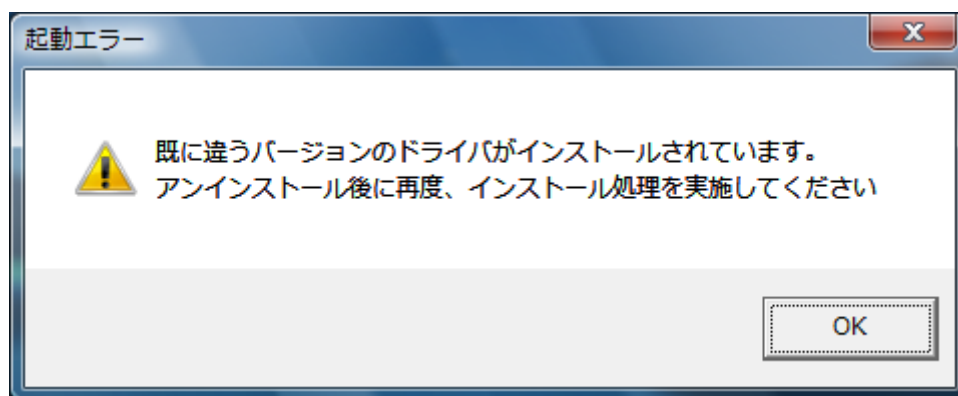

図 6.1 起動エラーメッセージ
インストール起動時に、図 6.1 のメッセージが表示される場合があります。このメッセージは、既に違うバージョンのドライバがインストールされている場合に表示されます。
- 注 1 プリンタドライバのインストールでは、インストール先のシステムフォルダに、既に同名のファイルが存在する場合、上書きコピーを行えません。従って、図 6.1 のメッセージが表示された場合は、必ずアンインストール処理を行ってください。
- 注 2 インストールが途中で失敗した場合や、アンインストールを行わずにプリンタを削除した場合に、システムフォルダにプリンタドライバ関連のファイルが残ってしまい、図 6.1 のメッセージが表示される場合があります。その際はアンインストールを実施後、再度インストールを行ってください。（そのようなケースの場合、アンインストール画面にプリンタ名が表示されない場合があります。「4.2 アンインストール プリンタ選択画面」注 1 を参照してください。）